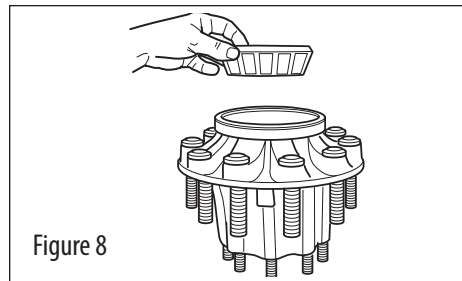

Figure 8
3. Pour les moyeux moteurs et de remorque, lubrifiez le cône de roulement interne avec le même lubrifiant que celui qui sera utilisé dans le moyeu et installez-le dans la bague de roulement intérieure (voir la figure 8).